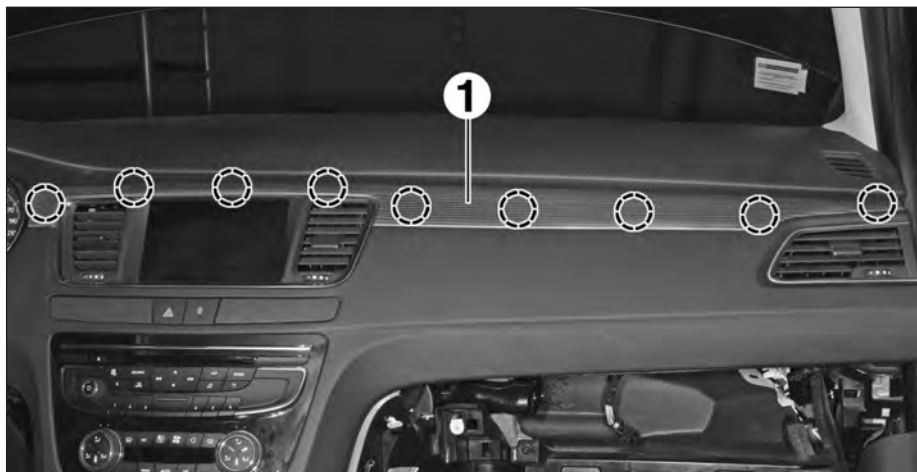

FIG.17
- l'enjoliveur (1) de planche de bord (Fig.17),